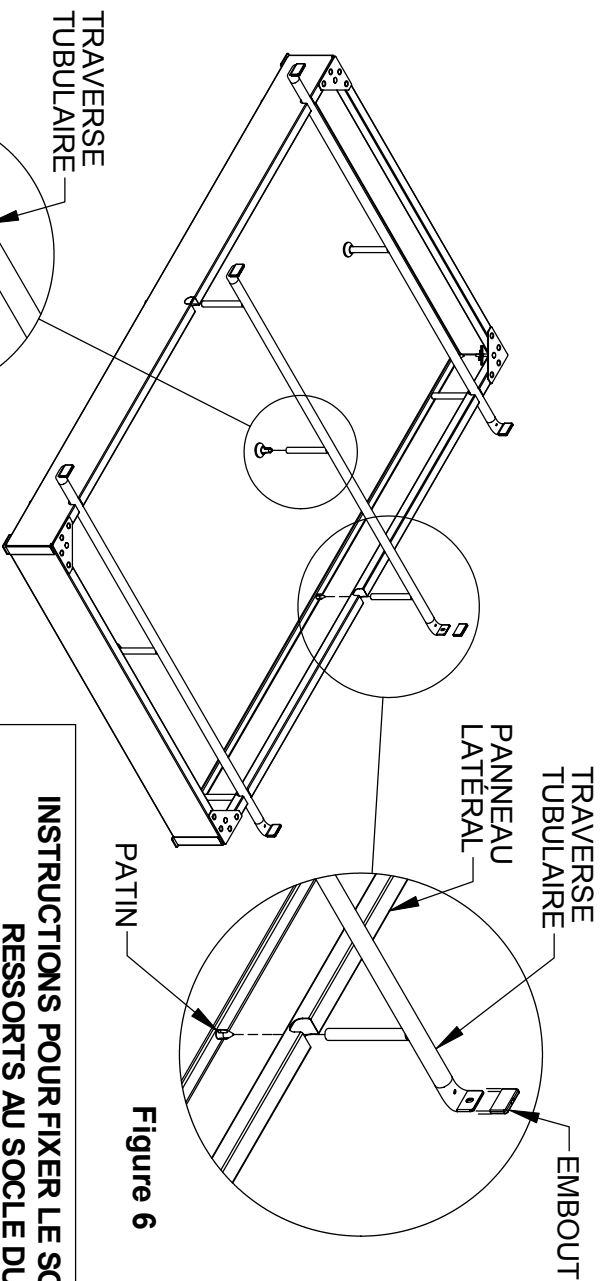

Figure 7
Step 4: Secure the CROSS TUBES to the box spring with the SELF-TAPPING SCREWS as shown in Figure 7.
- Étape 4 :** Fixer les TRAVERSES TUBULAIRES au sommier à ressorts à l'aide des VIS AUTOTARAUDEUSES, tel qu'illustré à la Figure 7.